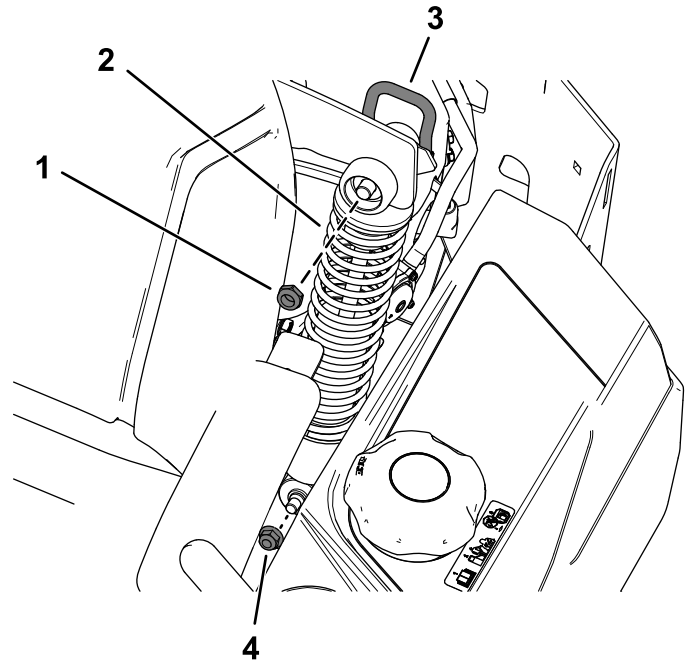

Figura 1
1. Retire a porca de bloqueio (½ pol.) do excêntrico que prende a parte superior da mola traseira existente (Figura 1).
2. Retire a porca flangeada (3/8 pol.) que prende a parte inferior da mola traseira existente (Figura 1).
3. Remova a mola traseira existente (Figura 1).
1. Instale a nova mola utilizando a porca de bloqueio do excêntrico (½ pol.) e porca flangeada (3/8 pol.) previamente removidos, como se mostra na Figura 1.